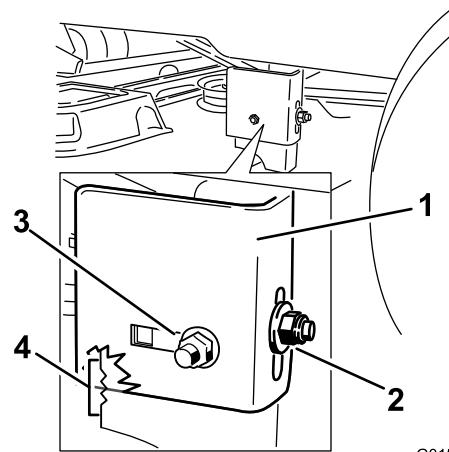
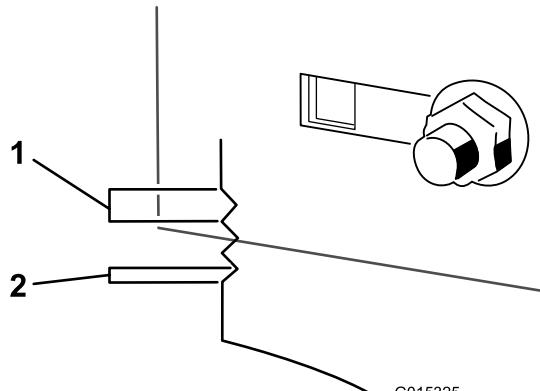

Figura 50
Figura 51
- Afloje la tuerca de bloqueo trasera de la pletina de suspensión (Figura 50).
- Afloje la tuerca de bloqueo lateral de la barra de soporte lo suficiente para permitir ajustar la barra (Figura 50). Utilice las muescas del soporte soldado para medir la cantidad de ajuste. Cada muesca completa equivale a 0.25 pulgadas, y un solo lado equivale a 0.125 pulgadas (Figura 51). Ajuste la carcasa de corte a la altura deseada.
- Cuando la carcasa esté en la posición deseada, apriete la tuerca de bloqueo trasera de la pletina de suspensión para fijar la posición nueva (Figura 50). Apriete la tuerca de bloqueo lateral de la pletina de suspensión.